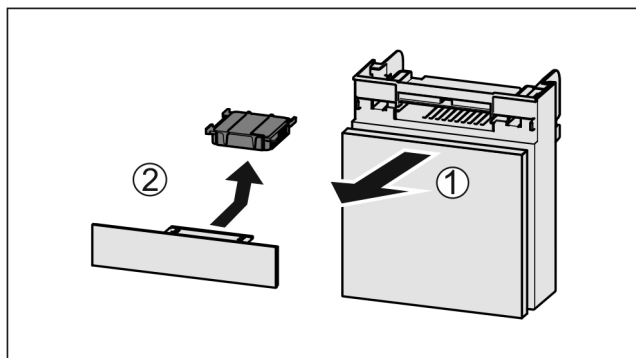

Fig. 94
- ▶ Wyciągnąć Fig. 94 (1) komorę do przodu.
- ▶ Wyjąć Fig. 94 (2) filtr z węglem aktywowanym.